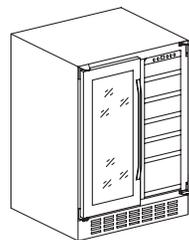

Fig:3
- Fig. 2 – Démontez la porte en position '1', puis retirez la porte en position '2'. La Fig. 3 illustre le retrait de la porte.